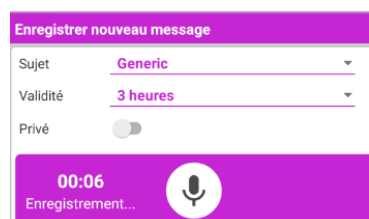

Fig 119
- maintenir enfoncé le bouton  tel qu'indiqué sur la Fig 119: